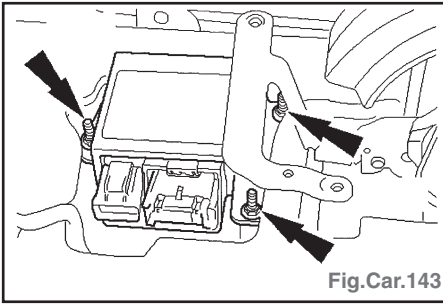

Fig.Car.143
- Déposer le module de commande d'airbag (Fig.Car.143).